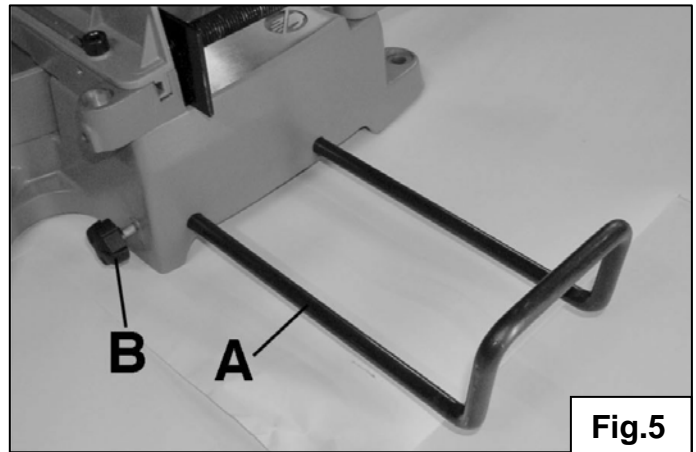

Fig.5
La troncatrice è fornita con due estensioni laterali **(A) Fig.5** che permettono di sostenere durante il taglio i pezzi di legno di grandi dimensioni. Le estensioni possono essere montate ai due lati della troncatrice, in funzione delle dimensioni del pezzo da lavorare.